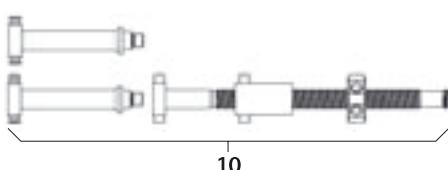

Fig. 14
- Montar o fuso distractor **10**, ver Fig. 14.